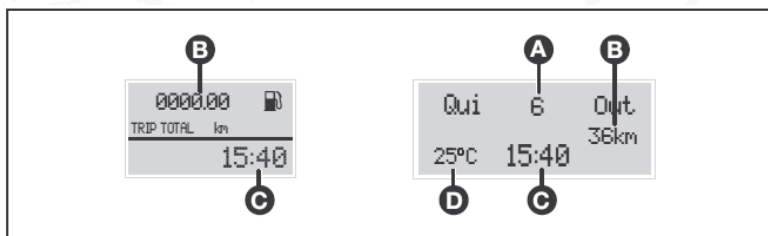

fig. 62
- Odómetro total/parcial (B-fig. 62).
- Reloj (C-fig. 62).
- Temperatura exterior (D-fig. 62).
- Fecha (A-fig. 62)